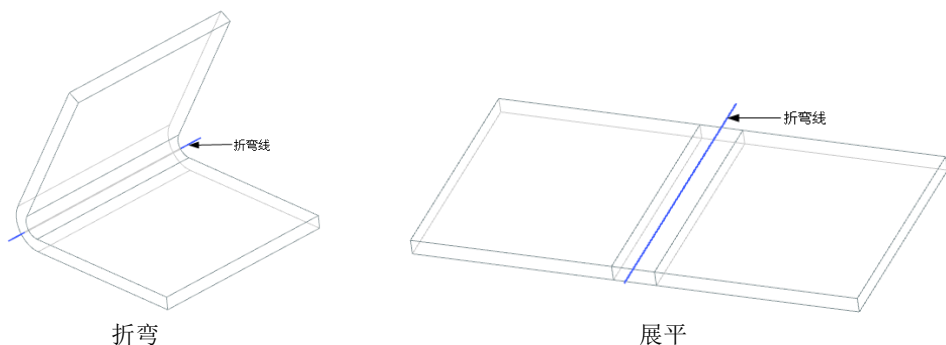

图 3-61 采用“折弯中心线轮廓”选项创建折弯特征示意图
2) 折弯中心线轮廓：是指轮廓线表示折弯中心线，在展开状态时折弯区域均匀分布在轮廓线两侧，创建折弯特征示意图如图 3-61 所示。